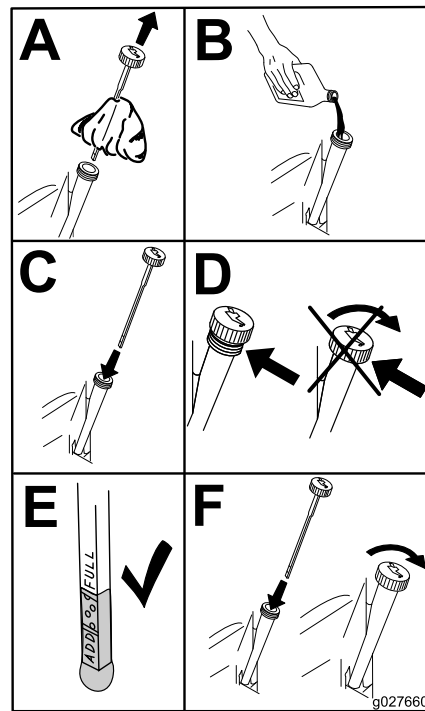

Figura 47
4. Vierta lentamente un 80% aproximadamente del aceite especificado por el tubo de llenado, luego añada lentamente el resto del aceite hasta que llegue a la marca **Full** (Figura 47).